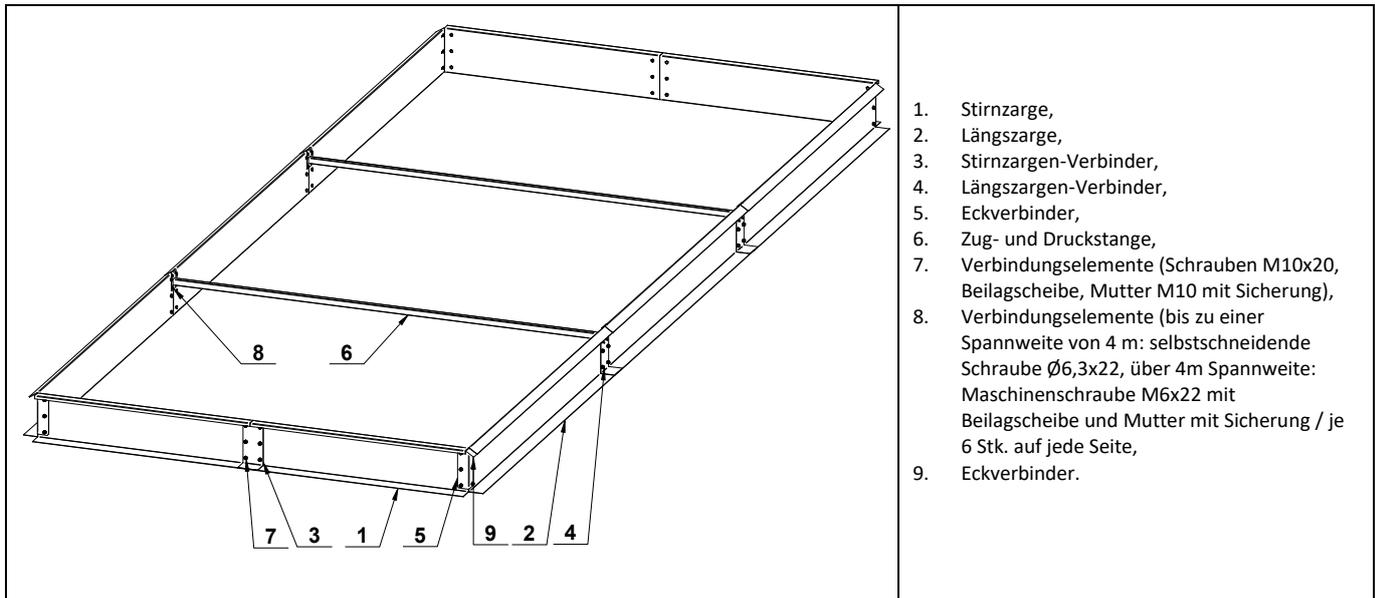

Abb. 1 Einzelteile der Lichtband-Zarge
4. Die nebeneinander liegenden Zargenmodule müssen gemäß (Abb. 1, Pos. 3 oder 4) mit Maschinenschrauben M10x20 mit Beilagscheiben und Muttern verbunden werden. Bei selbsttragenden Lichtband ist die Anzahl der Verbinder zu verdoppeln und in zwei Reihen anzuordnen.